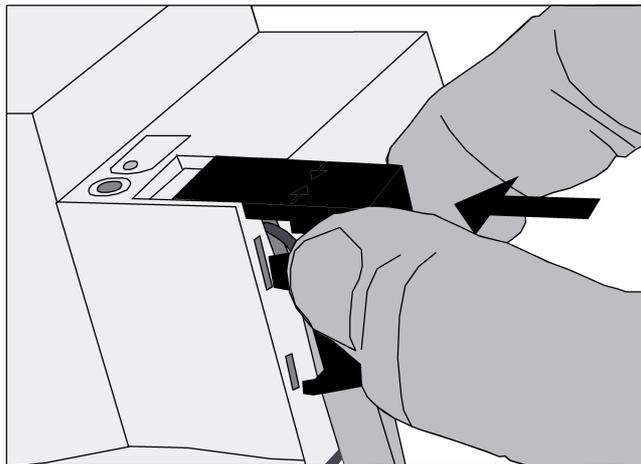

Figure 5: Mise en place du capuchon de protection
- Enfoncez le capuchon de protection sur la borne de bus, jusqu'à ce qu'il s'encliquète (figure 5).